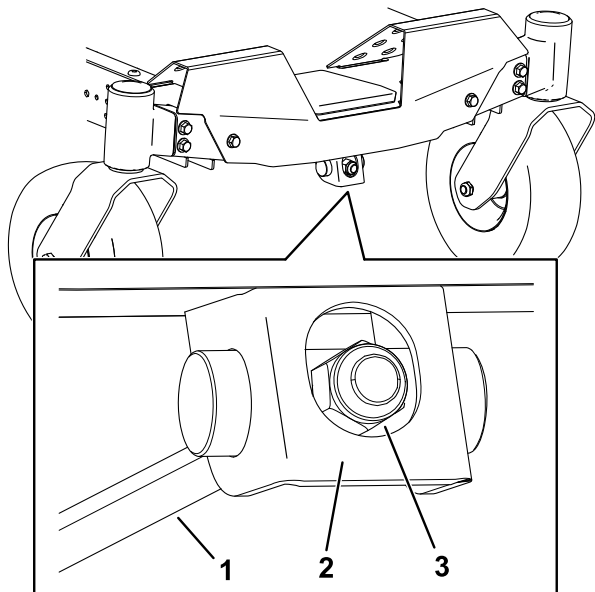

Figura 71
1. Rotii piulia de reglare de la partea din faă a mainii de tuns iarba (Figura 71).